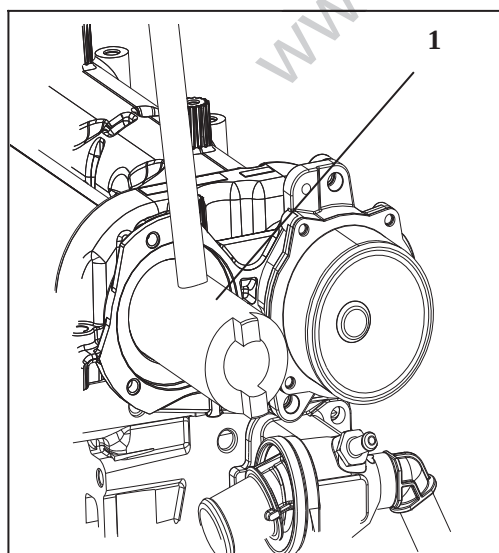
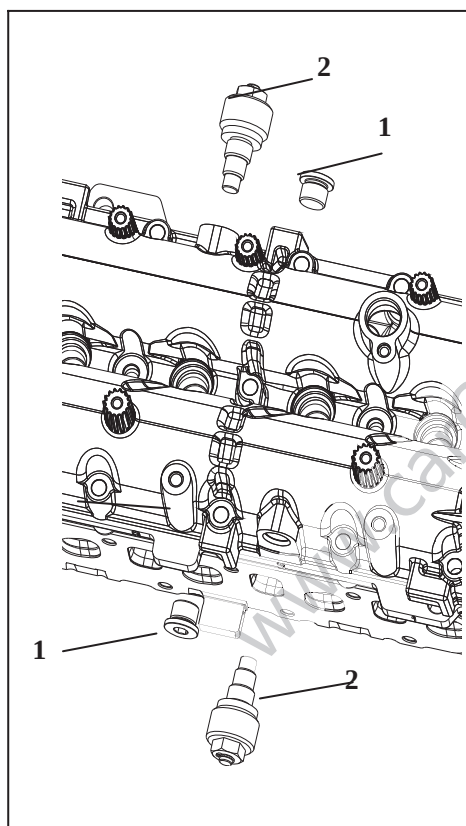

图 2-5
图 2-6
3、如图 2-5 使用专用工装（1）转动排气侧凸轮轴或进气侧凸轮轴 2 至 3 周，其应转动灵活，如图 2-6 用扳手拆除螺堵（1），使其的正时限位槽对准上缸盖上的限位孔，将专用工装（2）装入上缸盖上
4、将主、从动齿轮分别装入排气侧凸轮轴、进气侧凸轮轴后端，使用扳手将主、从动齿轮进行预拧紧；将凸轮轴正时限位工装（2）拧紧至 $5\text{N}\cdot\text{m}$ 之后，如图 2-5 用专用工装将主、从动齿轮卡住，以 $150\text{N}\cdot\text{m}$ 的扭力将主、从动螺栓拧紧。在主、从动齿轮螺栓拧紧后将凸轮轴正时限位工装旋松。